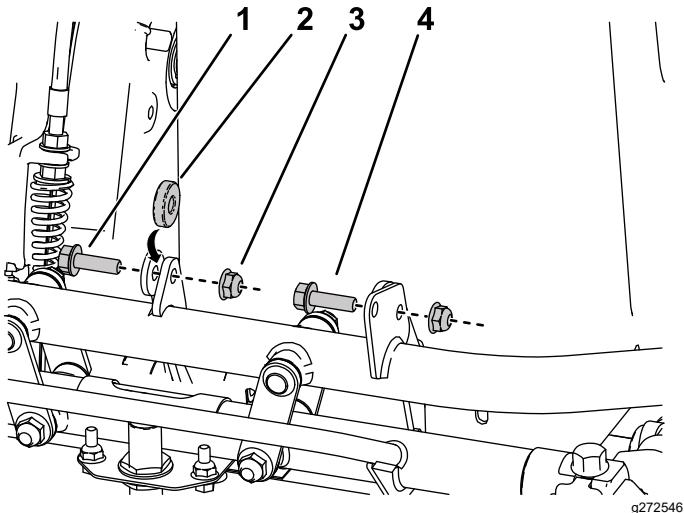

Figure 10
1. Placez l'avant du socle de la batterie neuve sur le châssis et installez les fixations, comme montré à la Figure 10.